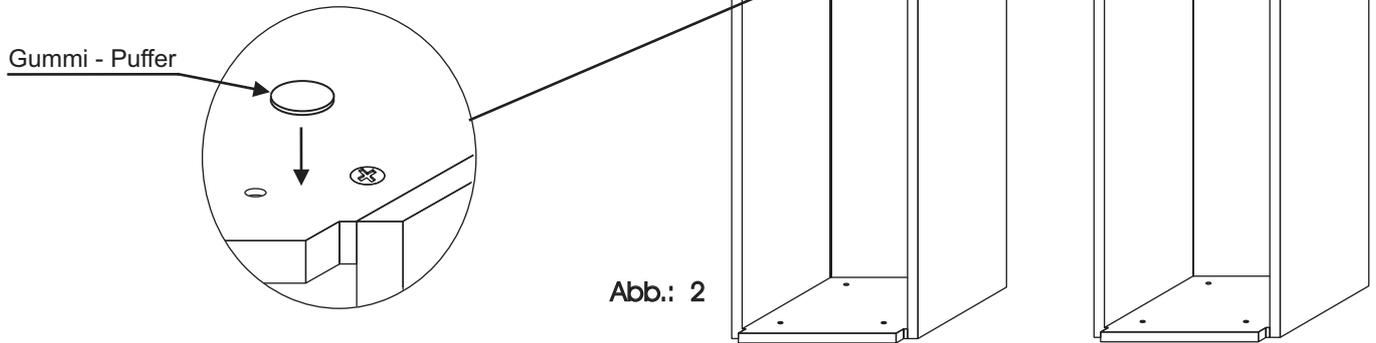

Abb.: 2
3. Kleben Sie auf die Oberseite die im Beschlagsbeutel enthaltenden Gummi-Puffer. (Abb. 2)